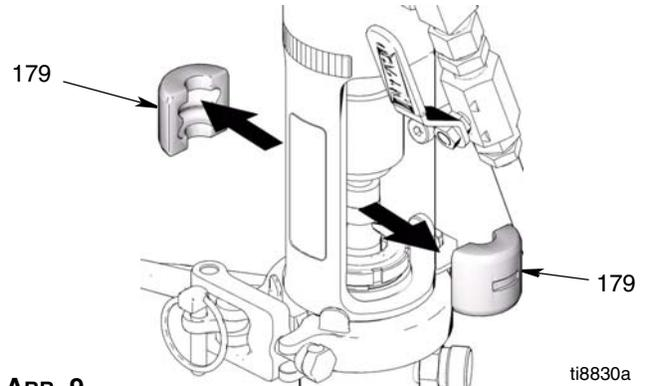

ABB. 9
5. (ABB. 9) Stangenkupplungen (179) entfernen.